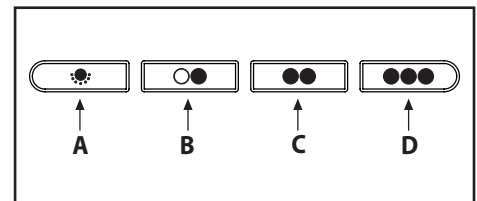

Fig.12
• Механическое управление (Рис.12) : обозначения следующие: